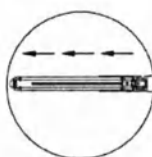

Рисунок 5
6. Равномерно зажимайте подвижную рукоятку несколько раз, чтобы медленно произвести разрез и прошивание, пока этот процесс не будет завершён (Рисунок 5).